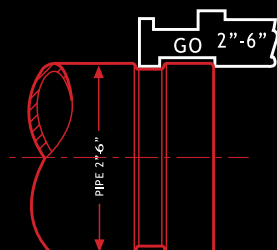

Fig. 1
- Positioneer de kaliber over de groef en de dichtingszitting. De uitsparing dient exact te passen in de groef en over de dichtingszitting. (zie afbeelding 1).